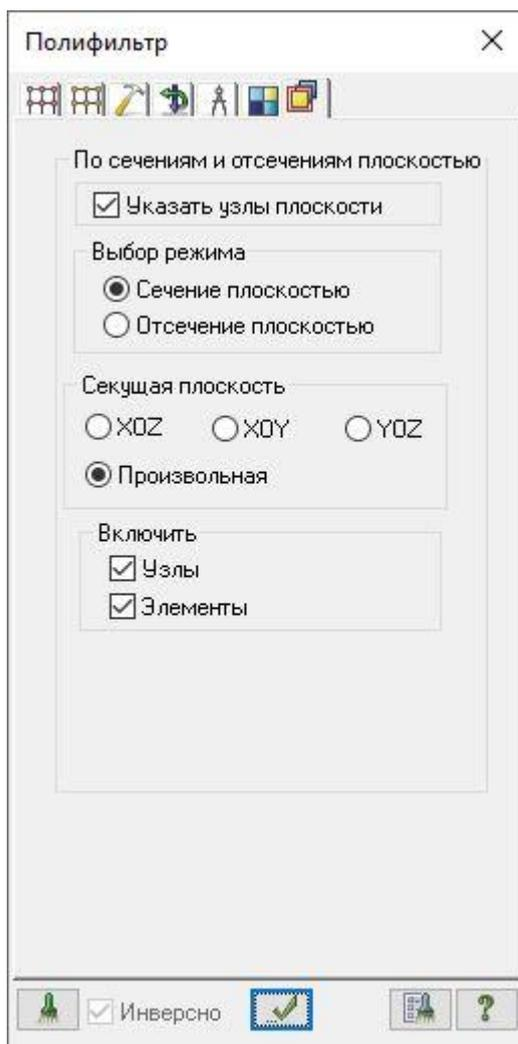

Рис.5.14. Диалоговое окно **ПолиФильтр**
- В диалоговом окне **ПолиФильтр** перейдите на последнюю закладку **Сечения и отсечения** (рис.5.14) и для выбора секущей плоскости включите радио-кнопку **Произвольная** (по умолчанию установлены флажки **Узлы** и **Элементы** в поле **Включить**, включена радио-кнопка **Сечение плоскостью** в поле **Выбор режима**, а также установлен флажок **Указать узлы плоскости**).